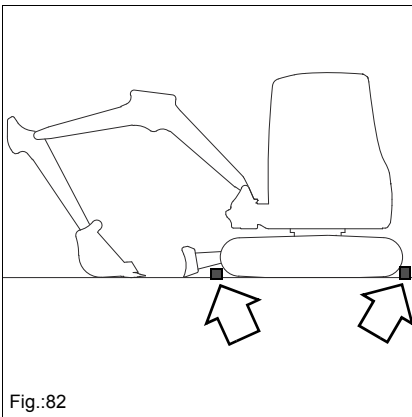

Fig.:82
9. Aplicar los seguros necesarios en las orugas (p. ej. cuñas de calce, tacos), según se muestra en *Fig. 82*.